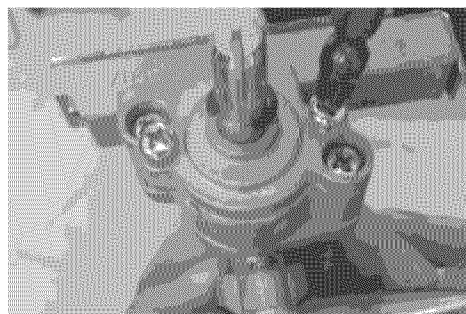
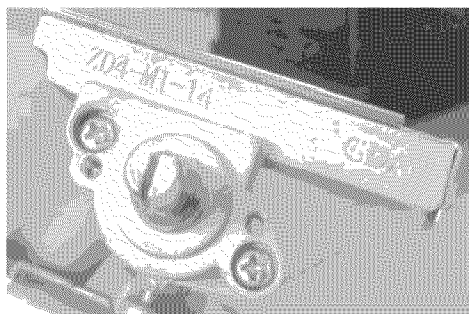

Fig. 11e
Fig. 11f
5. Desenrosque los dos tornillos ubicados al costado del vástago de la válvula como puede verse en las **Fig. 11e** y **Fig. 11f**. Tenga cuidado de no quitar los otros dos tornillos, o la válvula se desarmará.